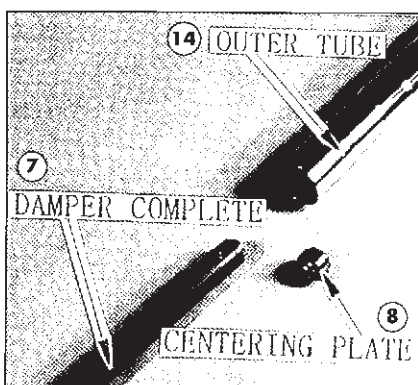

Fig. 5
7) Rimuovere il pompante completo e la bussola di centraggio dal tubo esterno (Fig. 5).
8) Remove the dust seal and stopper ring (Fig. 5).
7) Oter le dispositif de pompage complet et la douille de centrage du tube extérieur (Fig. 5).
8) Oter le racleur et la bague d'arrêt (Fig. 5).
7) Das vollständige Pumpenelement und die Zentrierbuchse vom äusseren Rohr entfernen (Bild 5).
8) Den Staubabkratzer und den Sperring entfernen (Bild 5).
8) Remueva el rascapolvos y el anillo de tope (Fig. 5)